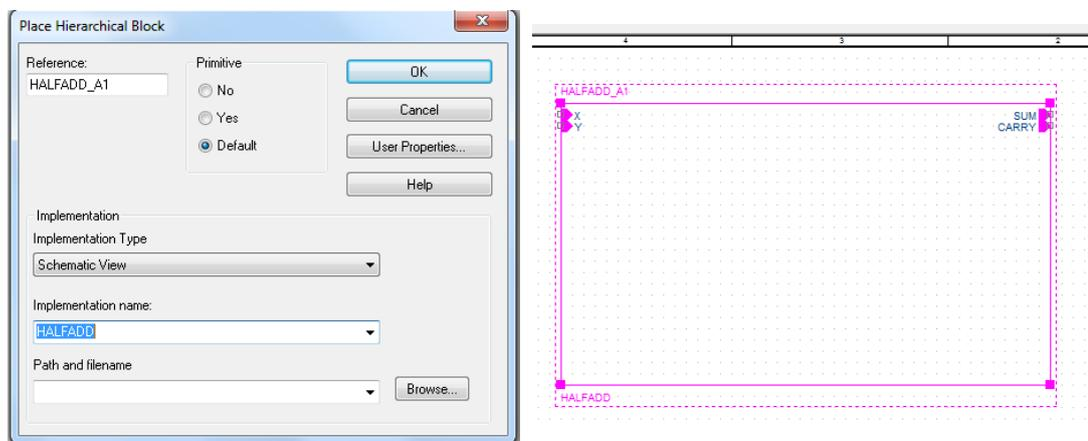

Рис. 8.10. Создание иерархического блока
9. В диалоговом окне Place Hierarchical Block, укажите ссылку на HALFADD_A1 (рис. 8.10).